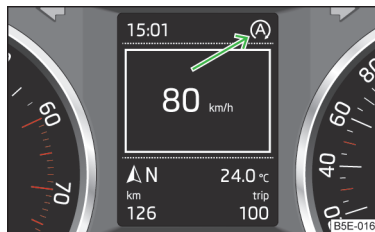

Fig. 137
Le moteur s'arrête automatiquement (phase STOP). Le symbole de contrôle (A) » fig. 137 s'affiche sur le visuel du combiné d'instruments.
Le moteur s'arrête automatiquement. Le symbole de contrôle (A) » fig. 137 s'affiche sur le visuel du combiné d'instruments.